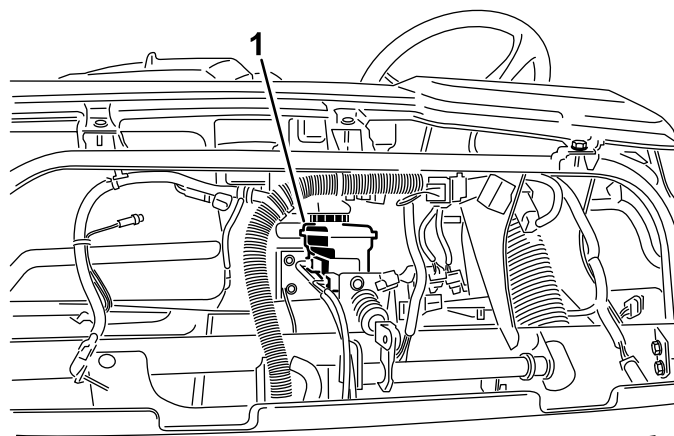

**Рисунок 24**
2. Уровень жидкости должен доходить до линии Full (ЗАПОЛНЕНО) на резервуаре (Рисунок 24).